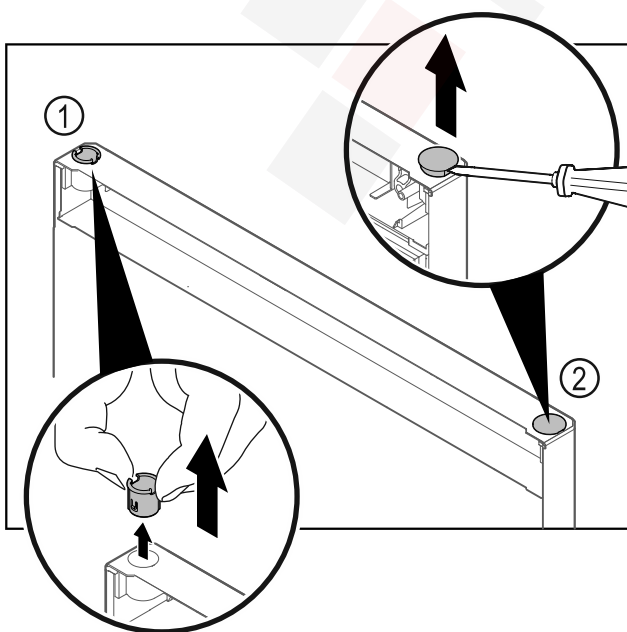

Fig. 11
- Húzza ki az ujjával a csuklópánt-perselyt Fig. 11 (1).
- A fedődugót Fig. 11 (2) egy csavarhúzóval óvatosan emelje meg és húzza ki.